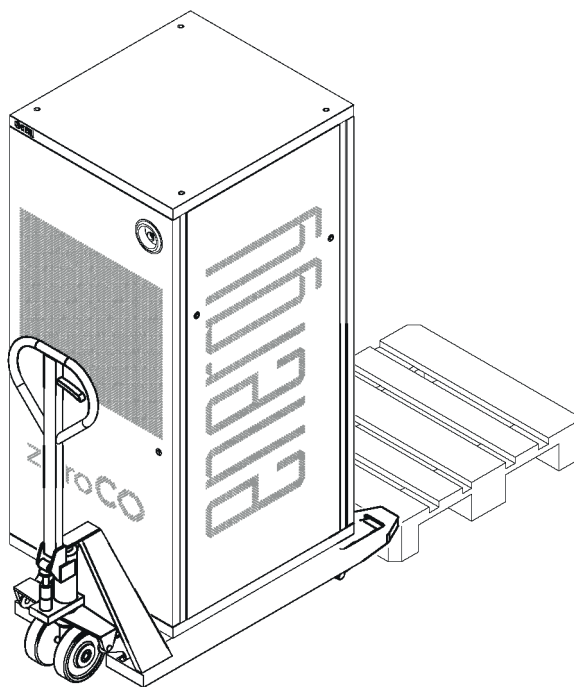

Fig. 4.8
10. Far scivolare il rack verso le forche del transpallet, spingendo in maniera combinata da entrambi i fianchi a opera delle tre (o più) persone (Fig. 4.8).